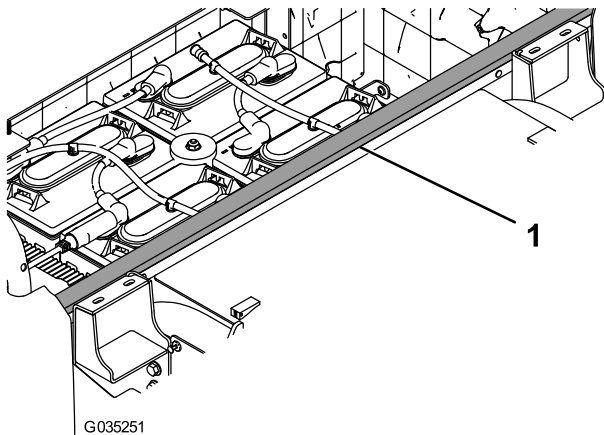

Figura 8
1. Retire el papel protector de la junta trasera de espuma y fijela a la máquina, como se muestra en la Figura 8.